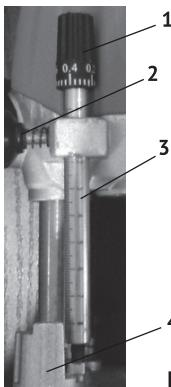

рис.6
- ослабить винт фиксации (рис.6
- подвести скользящий стержень ограничителя глубины (рис.6 поз.3) к ступенчатому упору (рис.6 поз.4) так, чтобы он касался нижней ступеньки (при необходимости повернуть револьверный упор);
- ослабить винт (рис.6 поз.2) и поднять вверх стержень ограничителя глубины, пока показание на его линейке не достигнут значения (на верхней плоскости фланца), при котором, разность между ним и предыдущим значением не будет равна нужной глубине обработки (например: первое значение – 15 мм, второе – 45 мм,  $45 - 15 = 30$  мм, 30 мм – нужная глубина фрезерования);
- выставить концевой (револьверный) упор (рис.6 поз.4) таким образом,
Для осуществления ровного фрезерования параллельно прямолинейного края (кромки) обрабатываемой заготовки, на опорную плиту фрезера устанавливается параллельный упор (рис.6 поз.13).